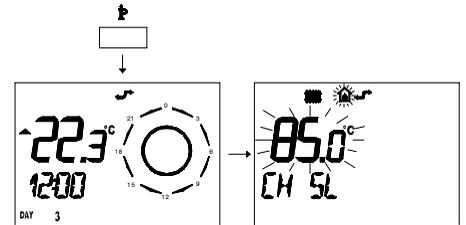

fig. 9.14
- 1 Premere per più di 3 secondi il pulsante  $\text{f}$  per entrare in modalità **I NFO**. (fig. 9.14)
- 1 Premere per più di 3 secondi il pulsante  per entrare in modalità **INFO**. (fig. 9.14)